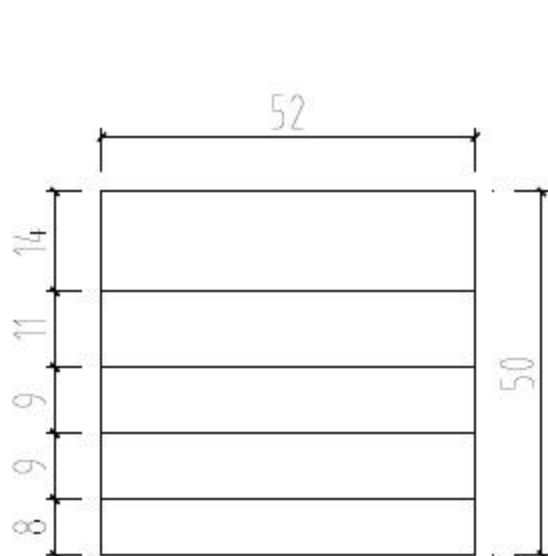

图11-2 偏移矩形边
- 02 调用O【偏移】命令, 向内偏移矩形边, 结果如图11-2所示。